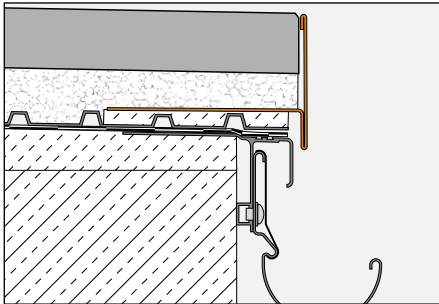

Abb. 1
Verarbeitung für Verlegung von selbsttragenden Plattenelementen auf Mörtelauflegpunkten oder Kies-/Splittbettung (Abb. 1 bis 3)
- 3.1 Bei einer Verwendung von Schlüter®-BARA-RT als Kiessangleiste (Abb. 1) wird die Kiesschüttung entsprechend der Belagsdicke unterhalb der Oberkante des vertikalen Profilschenkels abgezogen. Anschließend wird der Betonwerksteinplattenbelag lose auf dem egalisierten Kiesbett verlegt.